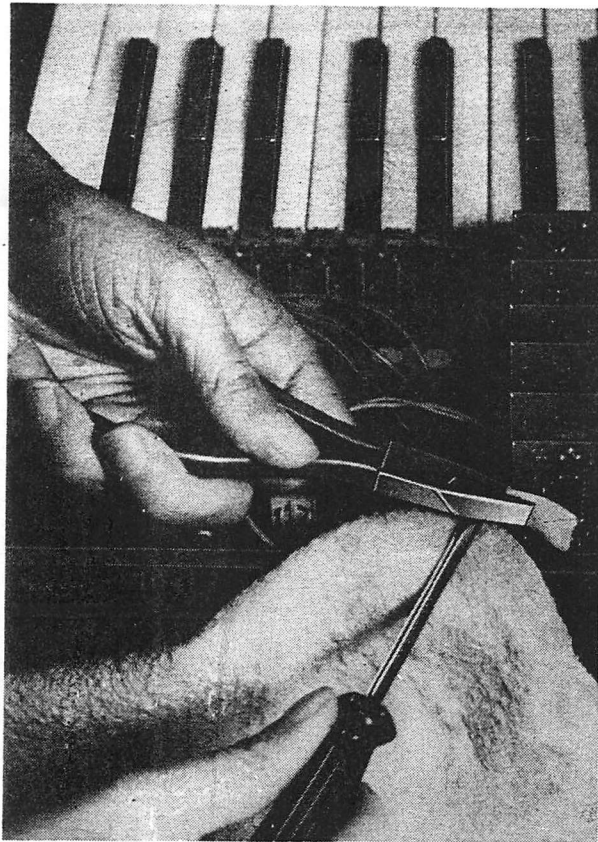

Bild 2 Demonstration für das Ziehen einer KLP
- Bild 2 Demonstration für das Ziehen einer KLP